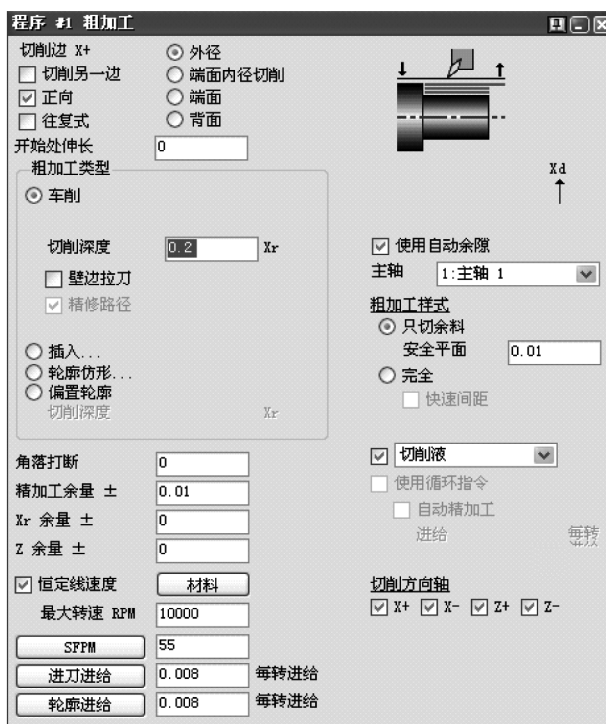

图 6-53 创建粗车外圆
- 4) 应用#3 刀具创建粗车外圆，如图 6-53 所示。